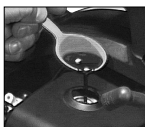

Fig. 9
8. Versate nel vano di combustione un cucchiaino di olio per motori a 2 tempi (Fig. 9). Tirate lentamente la fune di avviamento più volte per distribuire l'olio all'interno del motore. Inserite di